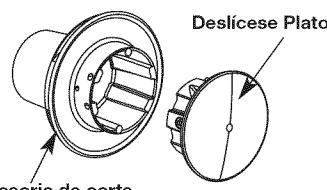

Fig. 26
- Reinstale la placa guía de la línea (Fig. 26). La placa guía es un elemento con espiga y ajusta de una sola forma. Si no entra en el cabezal de corte fácilmente, NO lo fuerce. Gire la placa hasta que se encaje fácilmente en el cabezal de corte.